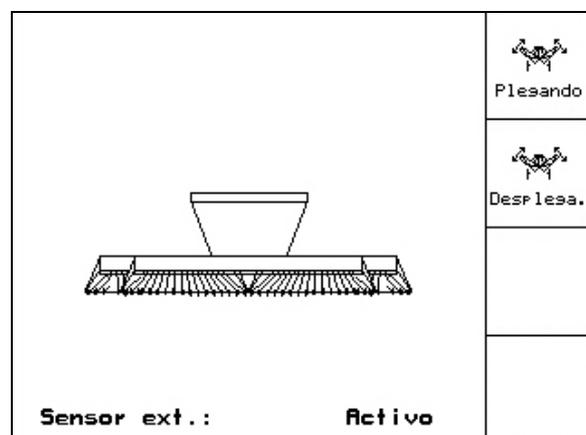

Fig. 71
- Cambiar al submenú Plegado (Fig. 71).